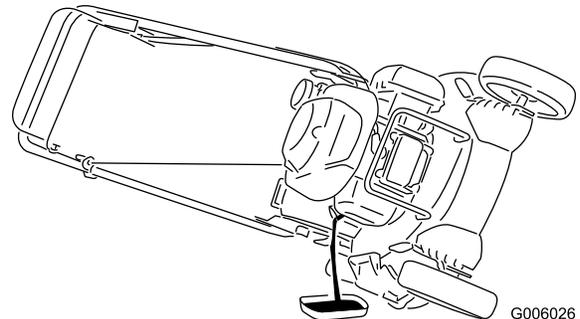

Figure 37
3. Basculez la machine sur le côté, le tube de remplissage d'huile vers le bas, afin que l'huile usagée puisse s'écouler par le tube dans un bac de vidange (Figure 37).